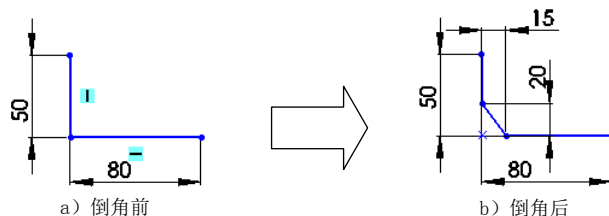

图 2.6.2 创建倒角
Step3. 定义倒角参数。在“绘制倒角”对话框中选中  距离-距离(D) 单选项, 取消选中  相等距离(E) 复选框, 在  (距离 1) 文本框中输入距离值 15, 在  (距离 2) 文本框中输入距离值 20。
Step4. 分别选取图 2.6.2 所示的两条边, 系统便在这两个边之间创建倒角, 并将两个草图实体裁剪至交点。